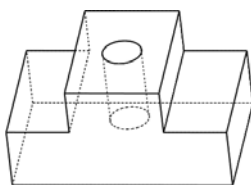

图 5-102 生成异形孔特征
- 07 单击【草图】选项卡中的【退出草图】按钮，退出草图绘制模式，生成如图 5-102 所示的螺纹孔。